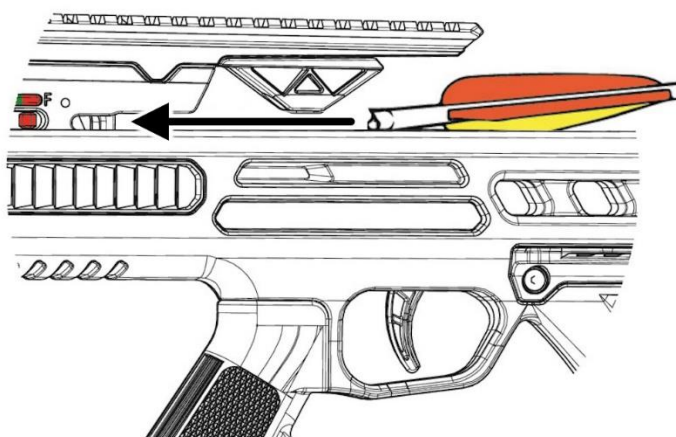

Рис.17
14. Вставьте стрелу в паз направляющей арбалета в замок до упора. Одно из перьев стрелы имеет другой цвет, и именно этим пером стрелу нужно опустить в паз направляющей (Рис.17).